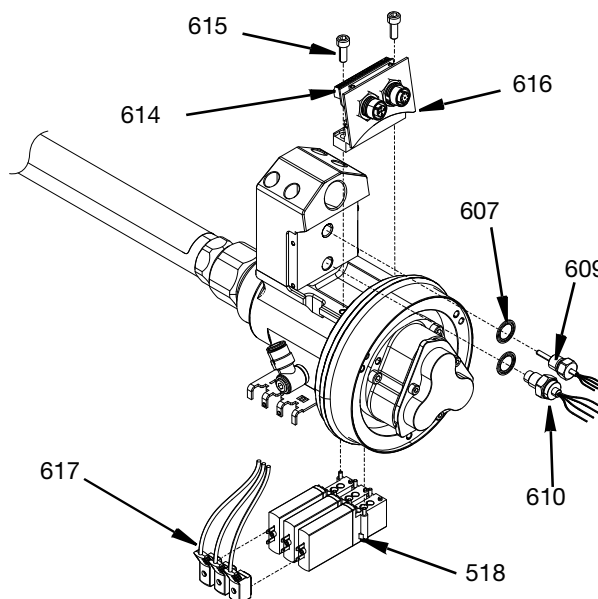

ABB. 13
- Trennen Sie die Kabelanschlüsse (617) der Magnetventile von den Magnetventilen (518).
- Die Magnetventile (518) können mit Hilfe der an den Magnetventilen angebrachten Schrauben vom Luftventilverteiler (516) entfernt werden.
- Entfernen Sie die Doppelsteckerhalterung (616) mit dem daran befestigten Doppelkabelstecker (614), indem Sie die beiden Schrauben (615) mit einem Sechskantschlüssel entfernen.
- Entfernen Sie den Widerstandstemperatursensor (609), den Druckwandler (610) und die 10-mm-Unterlegscheiben (607), falls vorhanden. Die alten Unterlegscheibendichtungen sind vor dem Zusammenbau gegen neue auszutauschen. Siehe ABB. 13.